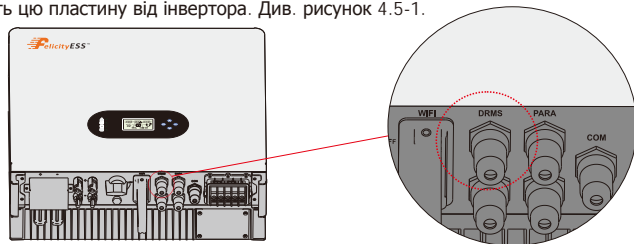

Рисунок 4.5-1 Інтерфейс DRMS
**Крок 1.** Відкрутіть цю пластину від інвертора. Див. рисунок 4.5-1.